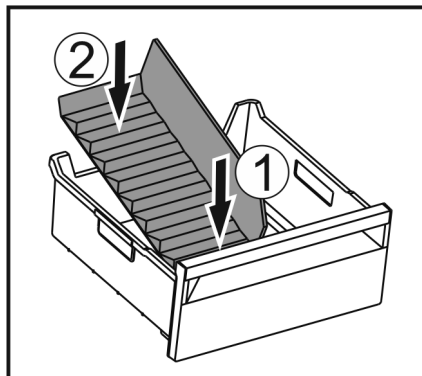

Fig. 116
- ▶ Установите переднюю часть разделителя отделения для льда. Fig. 116 (1)
- ▶ Опустите заднюю часть разделителя отделения для льда на дно выдвижного ящика. Fig. 116 (2)